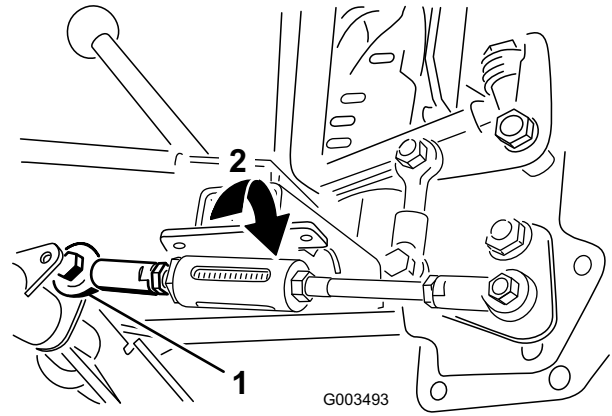

Figure 18
- A. Retirez le boulon et l'écrou de fixation de la tige au tube de pivot (Figure 18).
- B. Tournez la rotule illustrée à la Figure 18 pour changer la longueur de la tige comme suit :